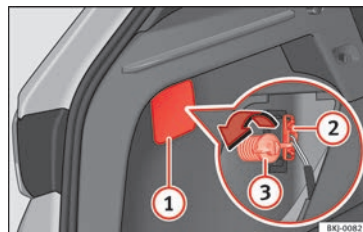

Fig. 100 Coffre à bagages : accès à la vis de fixation du feu arrière.
» fig. 100 ①.
4. Retirez le connecteur ② de l'ampoule.
5. Dévissez à la main ou à l'aide d'un tournevis la vis de fixation du feu ③.